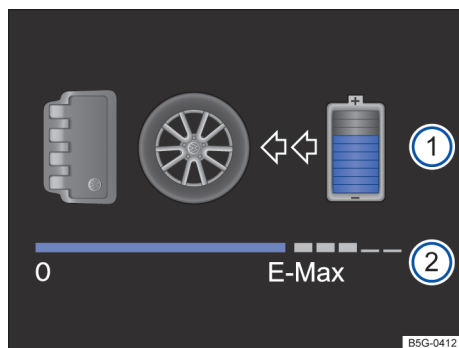

Fig. 18 No display do instrumento combinado: indica-
representações simbólicas e setas → Fig. 18 ①.
No modo de condução E-MODE  (condução elétrica), é exibido no display do instrumento combinado a disponibilidade de potência momentânea da propulsão elétrica → Fig. 18 . Em todos os outros modos de operação, a exibição está inativa (em cinza).